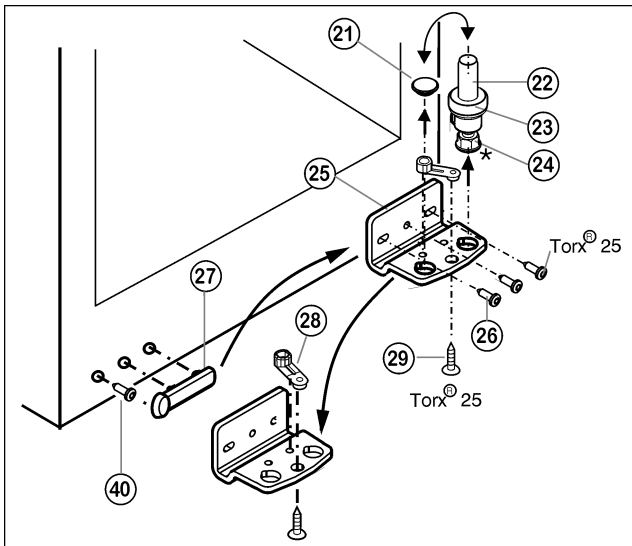

Fig. 5
- ▶ Lagerbout Fig. 5 (22) compleet met schijfje Fig. 5 (23) en stelplaatje\* Fig. 5 (24) naar boven eruit trekken.
- ▶ Stop Fig. 5 (21) eraf halen.
- ▶ Lagerbus Fig. 5 (25) losschroeven Fig. 5 (26).
- ▶ Lagerdeel Fig. 5 (28) losschroeven Fig. 5 (29) en in het tegenoverliggende opnamegat van de lagerbus omzetten en weer vastschroeven.
- ▶ Afdekking aan de greepzijde Fig. 5 (27) voorzichtig verwijderen, schroef Fig. 5 (40) uitdraaien en beide aan de andere kant weer aanbrengen.
- ▶ Lagerbus Fig. 5 (25) aan de nieuwe scharnierzijde evt. met behulp van een accuschroevendraaier weer **goed (met 4 Nm)** vastschroeven.
- ▶ Stop Fig. 5 (21) weer in het andere gat plaatsen.
- ▶ Lagerbout Fig. 5 (22) compleet met schijfje en stelplaatje\* weer aanbrengen. Er daarbij op letten, dat de sluitnok naar achter wijst.